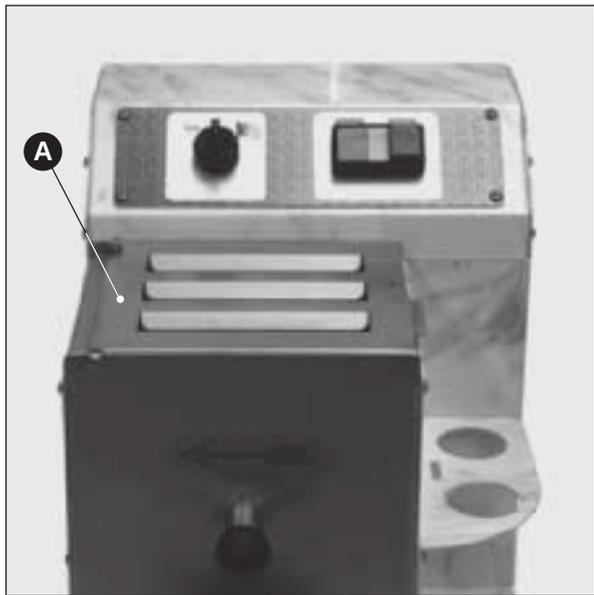

Fig. 3
- Sollevare il coperchio vasca, (Fig. 3 **A**), e versare sempre gli ingredienti prestabiliti nel seguente ordine: la farina, e successivamente, dopo chiuso il coperchio, la parte liquida.